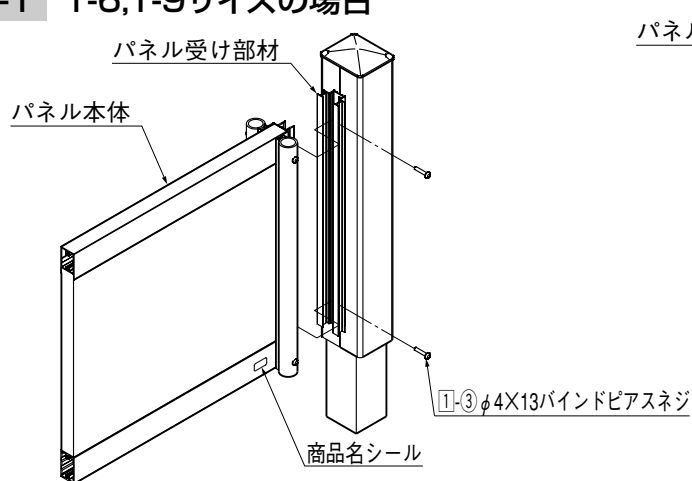
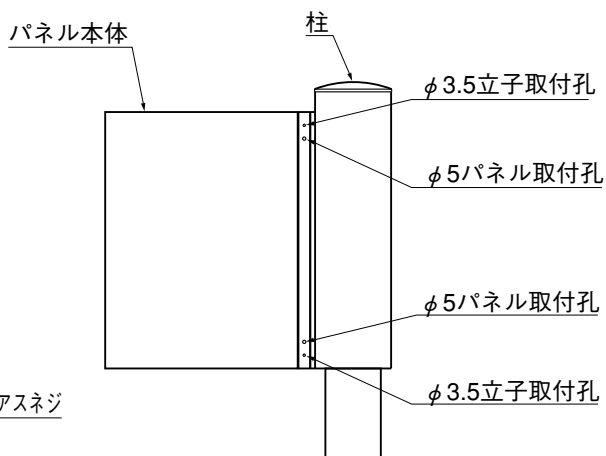

図4-1
図4-2
- ① パネル本体をパネル受け部材に差込んで、パネル取付孔に①-③で固定してください。(図4-1,図4-2参照)